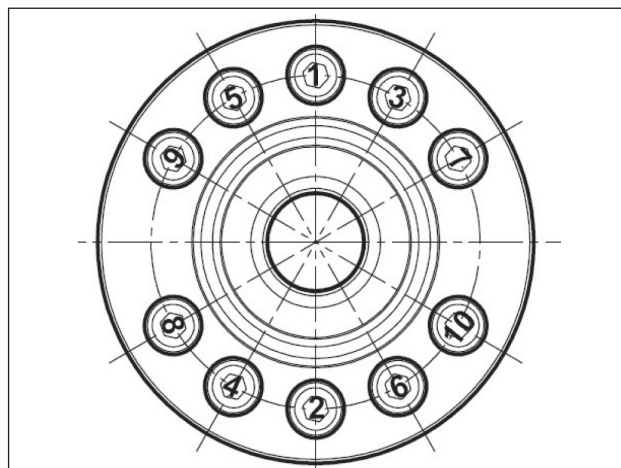

Abb. 67
** Die Befestigungsschrauben der Halter müssen in einer Phase und der Reihenfolge gemäß Schema in Abb. 67 festgezogen werden.